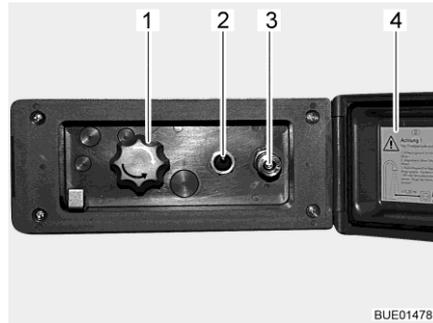

Bild 97 Duschanschluss außen
- Deckel (Bild 97,4) entriegeln und öffnen.
- Schlauch der Außendusche am Schnellverschluss (Bild 97,3) anschließen.
- Wasserpumpe mit Schalter (Bild 97,2) einschalten.
- Wassertemperatur mit Drehknopf (Bild 97,1) nach Wunsch einstellen.
- Wasserpumpe mit Schalter (Bild 97,2) ausschalten.
- Deckel (Bild 97,4) schließen und mit Schlüssel verriegeln.
- Drehknopf (Bild 97,1) auf Mittelstellung stellen.